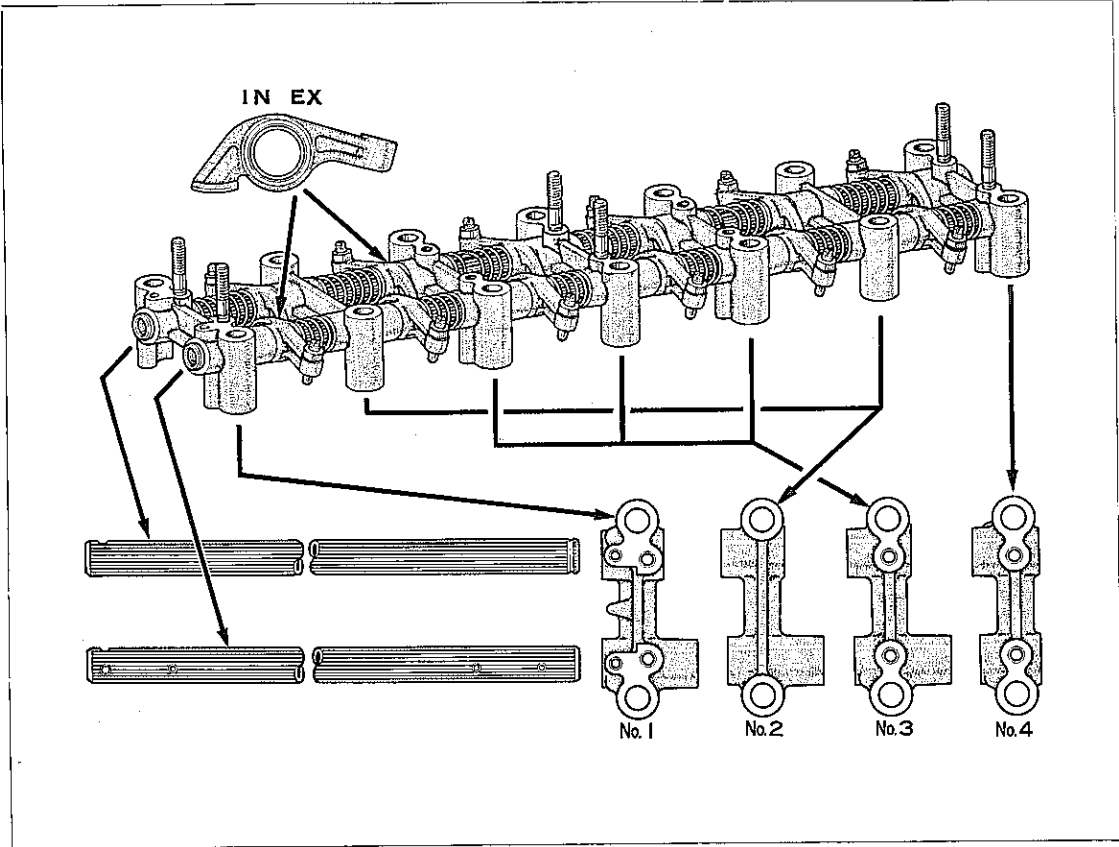

図2-3-7 バルブ ロツカ シャフト ASSY組み付け
- (1) バルブ ロツカ ASSYを図2-3-7のように組み付ける。